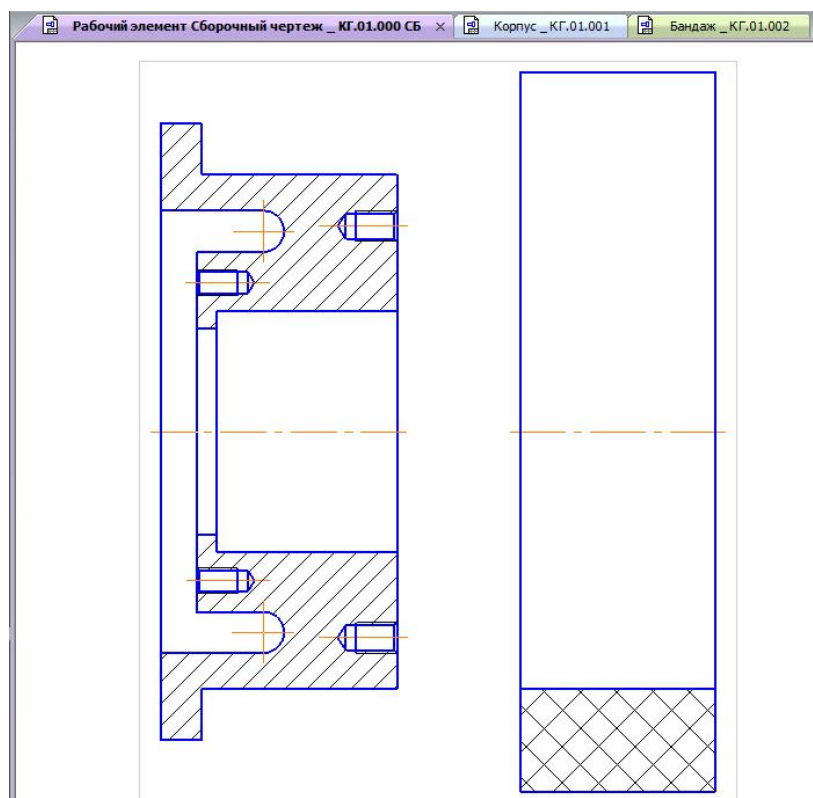

Рис. 2.17. Ориентировочное место вставки детали «Бандаж»
- Поместите изображение детали «Бандаж» рядом с изображением детали «Корпус» (рис. 2.17).